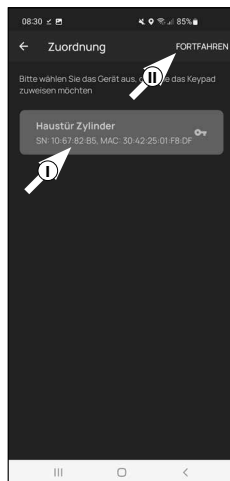

Abb. 11
12 Es erscheint eine Liste der bereits registrierten Zylinder. Wählen Sie den gewünschten Zylinder aus (I) (Abb. 11) und tippen Sie oben rechts auf „Fortfahren“ (II) (Abb. 11).